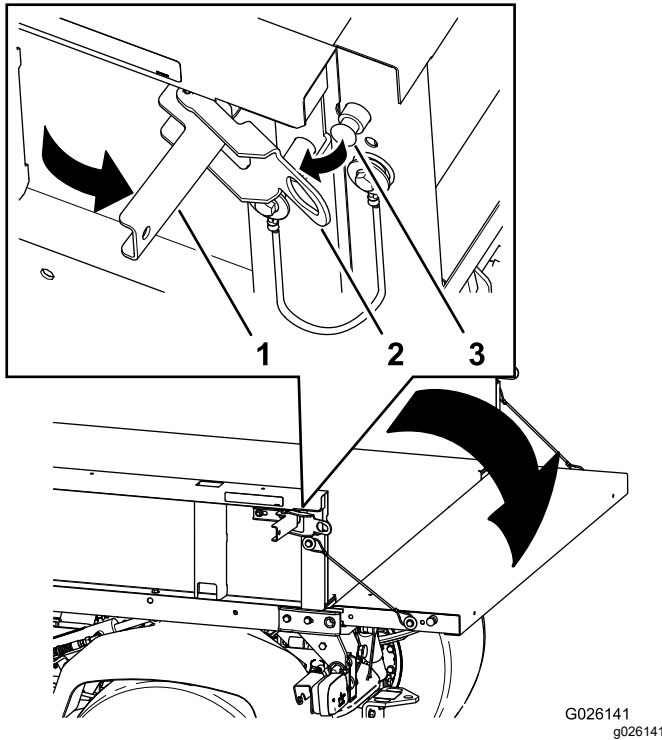

Bild 16
- Öffnen Sie die Riegel an der rechten und linken Seite der Ladepritsche und senken Sie die Heckklappe ab (Bild 16).